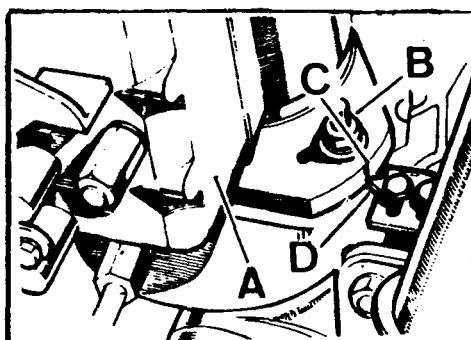

Fig. A1-44 Montaje de la bomba inyectora
2.4.5. Montar una nueva junta en la cara de acoplamiento de la bomba, una vez que se haya limpiado perfectamente los restos de la anterior. Instalar la bomba, A (Fig. A1-44) y el soporte de cable del acelerador, fijándoles con sus tuercas y arandelas, B, sin apretar definitivamente de forma que dicha bomba pueda girar.
2.4.6. Girar la bomba inyectora en el sentido que proceda hasta dejar alineada la marca, C (Fig. A1-44) de la bomba con el puntero, D, y apretar definitivamente las tuercas, sin variar esta posición de la bomba.